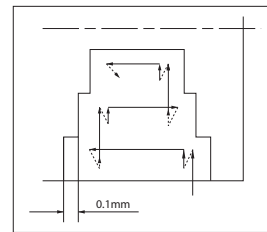

Fig. 3
1) Ao alargar a largura do canal (consulte a Fig. 3), aplique o "Torneamento Gradual".